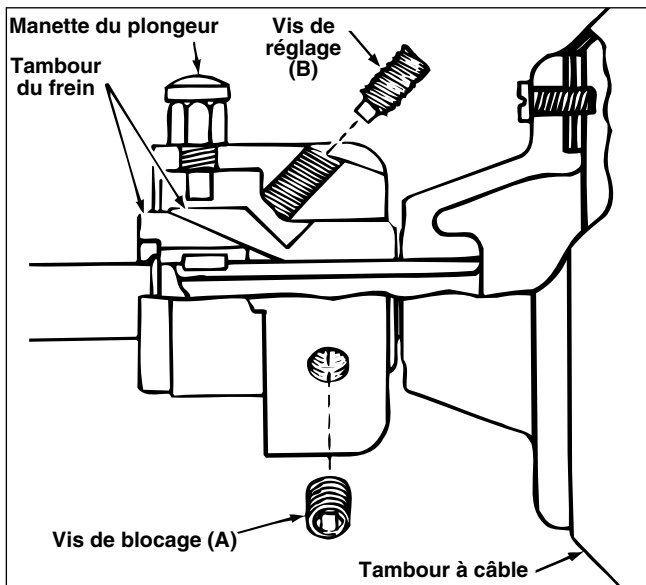

Figure 9 – Adaptateur de câble
4. Dévissez légèrement les deux vis de blocage (A) à l'aide d'une clé Allen de $\frac{5}{32}$ po (Figure 9).
5. Tournez la vis de réglage (B) d'un quart de tour à droite (Figure 9).
8. Serrez les vis de blocage (A), puis vérifiez à nouveau le serrage de la vis de réglage (B).